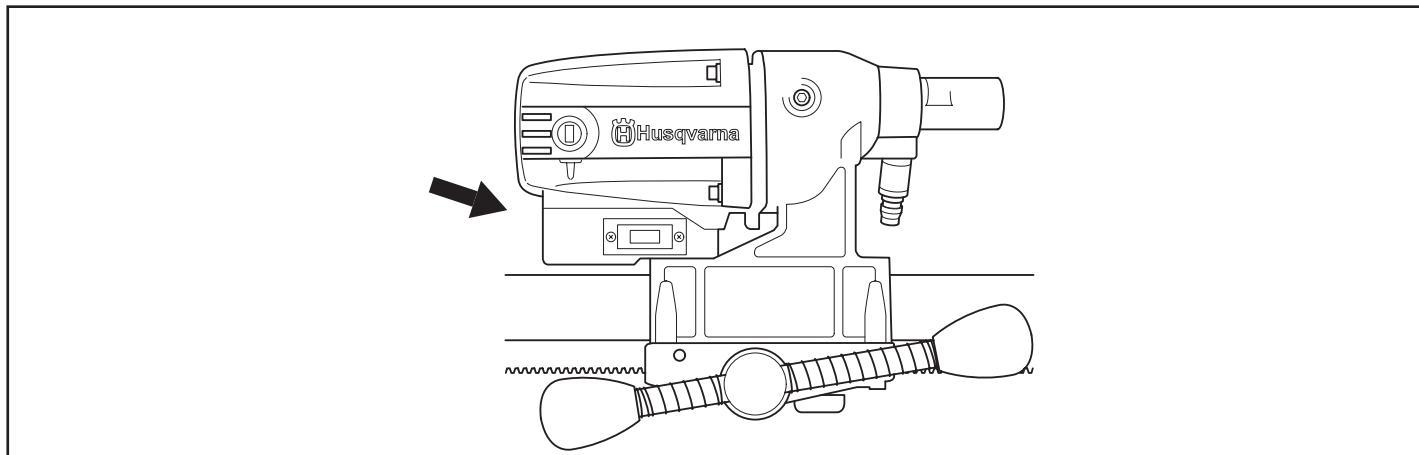

Рис.6
- Подключение питания делается через заземленный и защищенный штепсель (Рис. 7), с выходным напряжением, указанным на шильде на стенке машины (рис. 6).